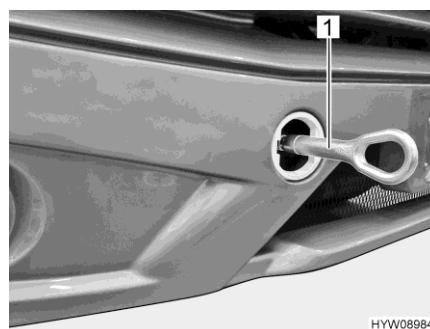

Fig. 39 Œillet de remorquage (monté)
- Monter l'œillet de remorquage (Fig. 39,1) selon les instructions du mode d'emploi du véhicule porteur.